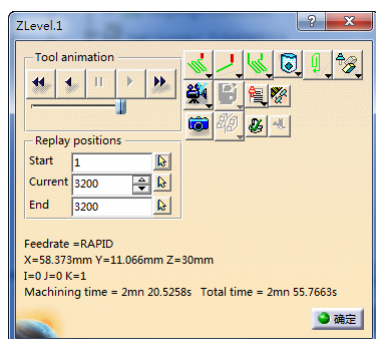

图 3-72 刀具路径轨迹 (4)
- 单击“ZLevel.1”对话框（1）中的 Tool Path Replay 按钮，弹出“ZLevel.1”对话框，同时在图形区显示刀具路径轨迹（4），如图 3-72 所示。
- 单击图 3-72 所示对话框中的 View from last result 按钮，然后单击 Forward replay 按钮，显示实体切削仿真（4），如图 3-73 所示。